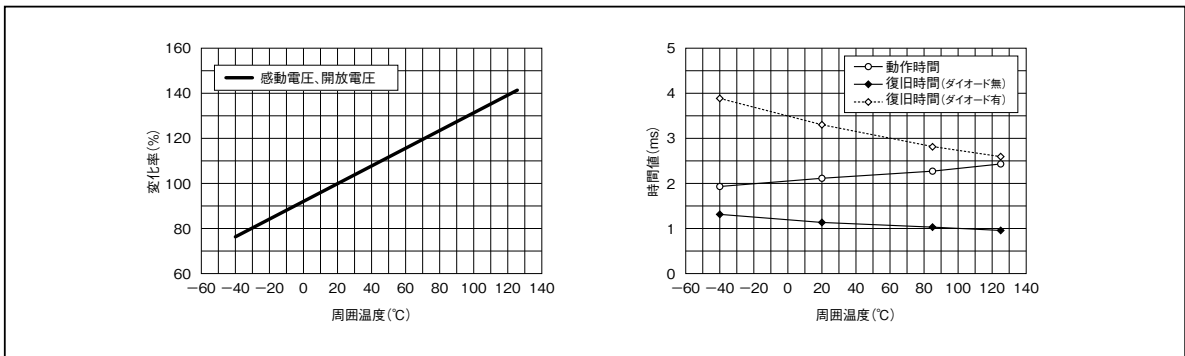

図4 リレーの温度特性例
- ①使用温度範囲内では、コイル定格電圧での使用が可能です。しかし、コイル許容電圧は使用温度の上限域で制限される場合がありますので、使用前にご確認ください。
- ②感動電圧、開放電圧、動作時間、復旧時間は周囲温度により変化します。使用される温度で正常に動作することを技術資料で事前にご確認ください。図4にリレー動作特性の温度特性例を示します。